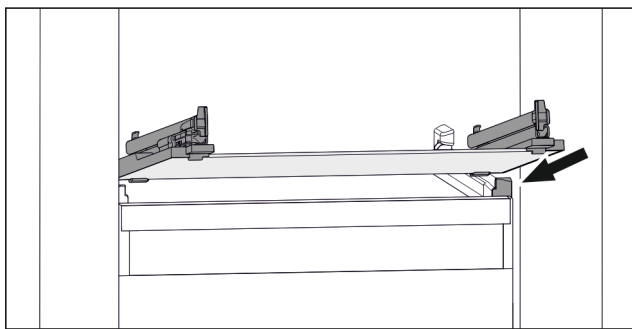

Fig. 141 Příklad znázornění skleněné desky
- ▶ Nasadte skleněnou desku šikmo za zarážky. (viz Fig. 141)